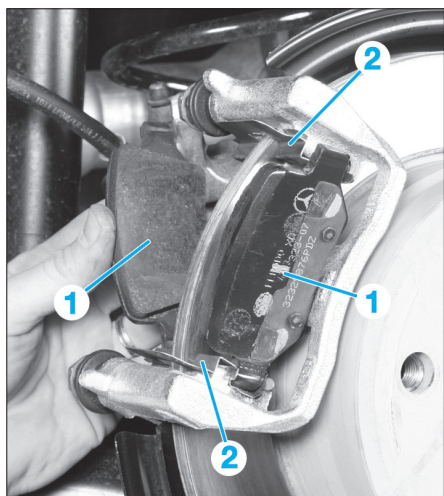

FIG. 16
- Déposer (Fig.16) :
- les plaquettes (1),
- les agrafes (2).